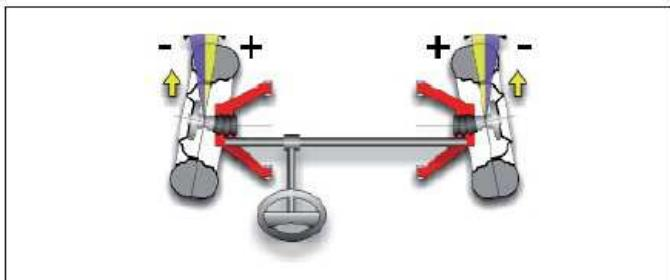

Abbildung 10
1) Vorspur: Winkel der Radmittenebene zur Symmetrie- bzw. geometrischen Fahrachse des Fahrzeugs (Abb. 10 und 11). Die Symmetriearchse ist die erdachte Linie, die das Fahrzeug in Längsrichtung mittig unterteilt; die geometrische Fahrachse gibt die von der Hinterachse bestimmte Fahrtrichtung an. Maßeinheit der Vorspur: Grad oder Millimeter.